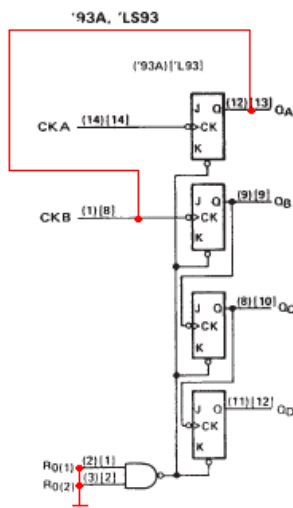

Figura 3 Ligações do CI 7493 (ou 74LS93) para contagem em binário
- 2.1(2,0 pontos) 1º montar os contadores binários de forma que contem de 00H a FFH. Cada contador deve ser montado como mostra a Figura 3(ver folhas de dados do CI). Verificar suas saídas no osciloscópio e mostrar à Professora. Cada saída devem apresentar a frequência da saída anterior dividida por 2 ($Qa = f_{CIK}/2$, $Qb = f_{CIK}/4$, $Qc = f_{CIK}/8$, $Qd = f_{CIK}/16$ para o 1º contador e $Qa = f_{CIK}/32$, $Qb = f_{CIK}/64$, $Qc = f_{CIK}/128$, $Qd = f_{CIK}/256$).